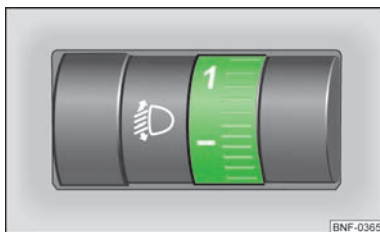

Fig. 23
- Girar el regulador giratorio » fig. 23 con el alcance luminoso deseado.